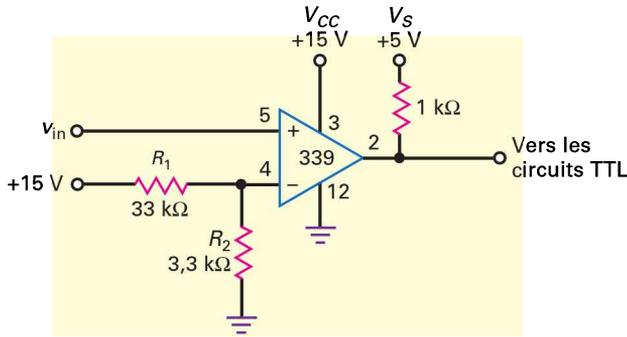

Figure 20.48
- 20.9 Dans la figure 20.48, que vaut le coefficient de remplissage de la sortie si l'entrée est une sinusoïde d'amplitude crête 5 V ?
- 20.39** Proposez une ou plusieurs modifications de la figure 20.48 pour obtenir une tension de référence égale à 1 V.
- 20.40** Dans la figure 20.48, la capacité parasite à la sortie est 50 pF. Quel est le temps de montée du signal de sortie quand il passe du niveau bas au niveau haut ?
- 20.41** Un condensateur de découplage 47 μF est placé sur la résistance 3,3 k Ω de la figure 20.48. Quelle est la fréquence de coupure du circuit de découplage ? Si l'ondulation de l'alimentation est 1 V_{eff}, quelle est la valeur approximative de l'ondulation sur l'entrée inverseuse ?